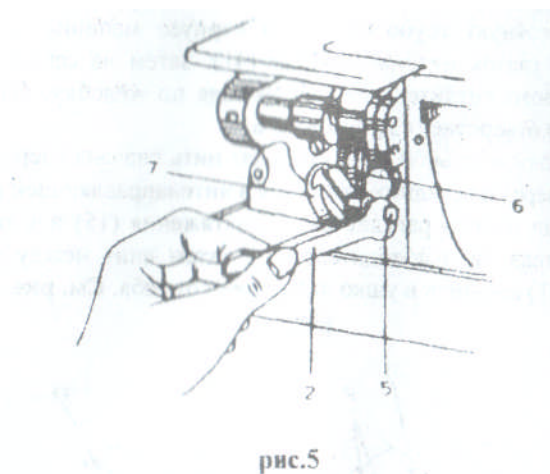

рис.5
Длина стежка должна быть отрегулирована в соответствии с требованиями сшиваемого материала. Поверните шкив, пока игольник не займёт самое высокое положение. Освободите винт (5), поворачивая его ключом (2) (рис. 5). Затем подвиньте его вместе со звеном вдоль регулировочного отверстия так, чтобы получить длинный или короткий стежок. Чтобы получить более длинный стежок, двигайте